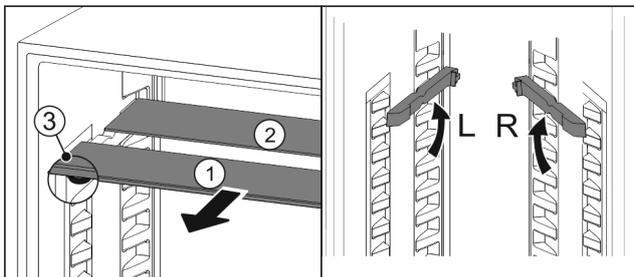

Fig. 94
- estrarre i ripiani di vetro singolarmente tirando in avanti Fig. 94 (1).
- ▷ Il piano in vetro Fig. 94 (1) con il motivo ornamentale è nella parte anteriore.
- ▷ I fermi Fig. 94 (3) sono rivolti verso il basso.